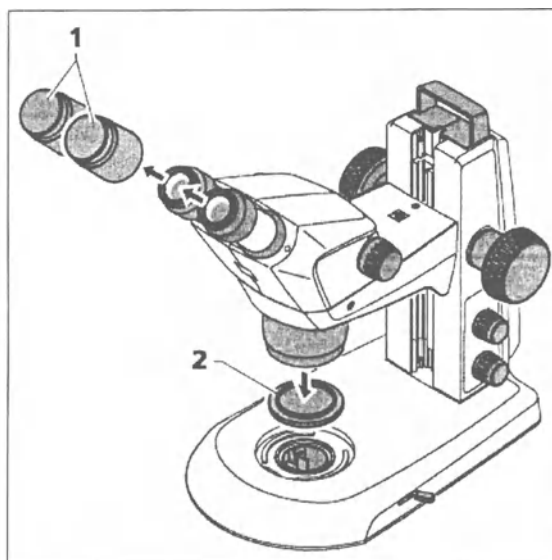

Рис. 9. Демонтаж крышек
- Снимите две защитные крышки с окуляров (рис. 9/1) и защитную крышку (рис. 9/2) с объектива при помощи вращения.